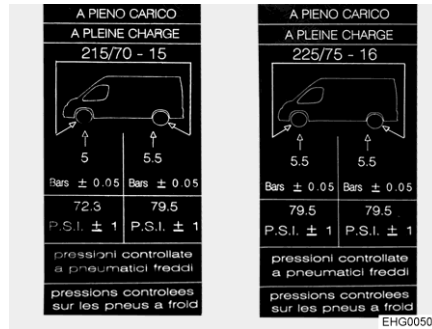

Bild 124 Hinweisaufkleber zum Reifendruck an B-Säule (Beispiel)
- ▷ Hinweisaufkleber mit dem benötigten Reifendruck sind auf der Innenseite der B-Säule angebracht (siehe Bild 124).